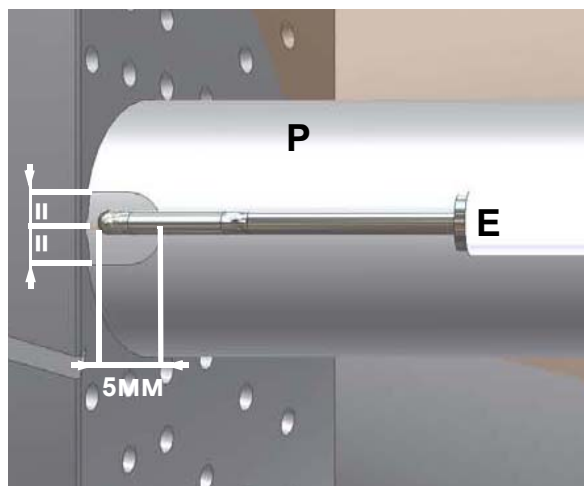

Рис. 38
- 2) отсоединить кабель (CE) электрода (E);
- 4) ослабить винт (B) опоры сопла, который крепит запальный электрод (E) на запальнике горелки (P);
- 5) вынуть электрод и заменить его, выдерживая размеры, указанные на Рис. 38.